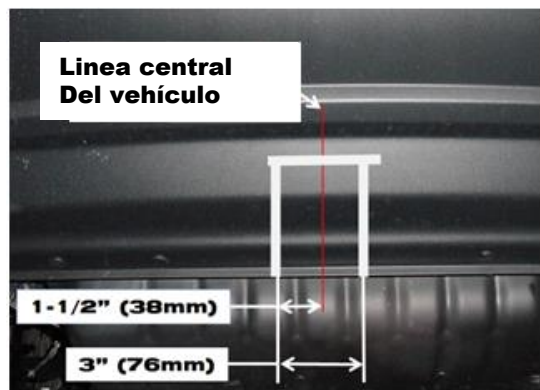
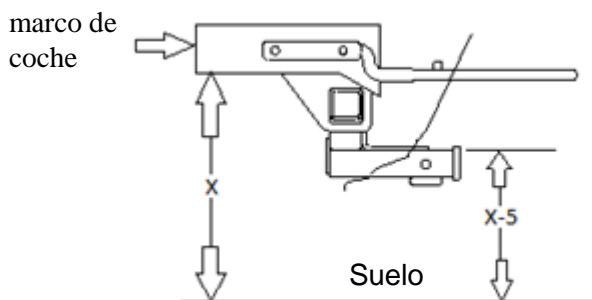

Figura 3
Figura 4
1. Si el vehículo tiene **gancho de remolque opcional** vea la Nota 1, arriba. Para el **Compass Rallye** vea la Nota 2 y Figura 2. **Consulte con el propietario del vehículo.** Para los modelos **2011 y posteriores de Jeep Patriot y Compass.** Se requiere el recorte de la placa protectora para la instalación del enganche. Obtenga la aprobación del propietario del vehículo antes de cortar. Ver Figura 3 y Figura 4 para diagramas de recorte de la placa protectora.
** El modelo 2011 tiene un recorte vertical de la placa protectora de 2" (medido desde la base del reborde de la placa protectora). Marque la placa protectora con un marcador no permanente. Vuelva a confirmar la altura de corte de la placa protectora usando el procedimiento de la figura 4 y marque la altura desde el piso hasta la placa protectora. Recorte la más baja de las dos marcas.